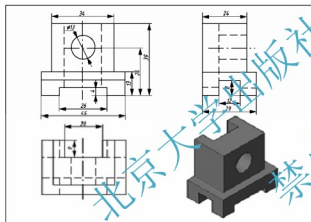

图 13-15 标注尺寸后的图形
- ④ 标注尺寸：将“尺寸线”层设为当前层，使用相应命令标注尺寸，结果如图 13-15 所示。